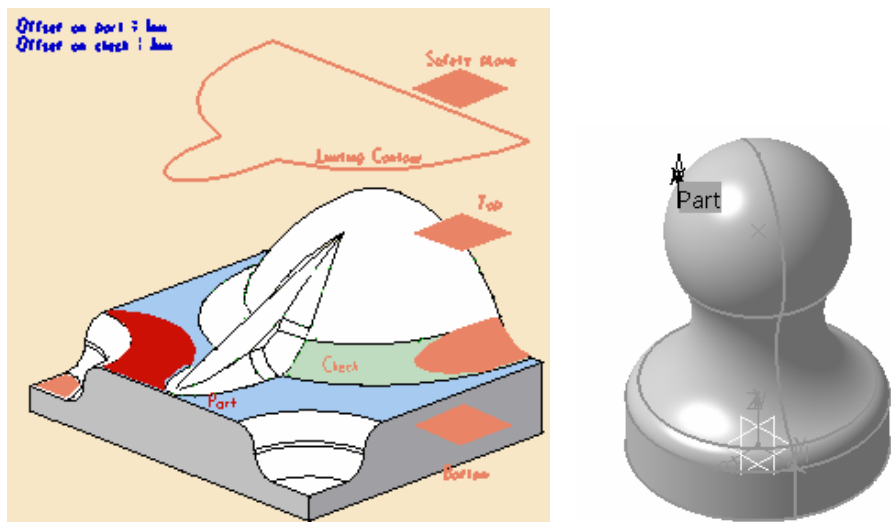

图 5-41 定义加工区域 (3)
- 定义加工区域（3）。单击“Multi-Axis Contour Driven.1”对话框中的，切换到几何参数选项卡，单击对话框中的目标零件感应区，选择整个目标加工零件作为加工对象，如图 5-41 所示，在空白处双击鼠标左键返回。